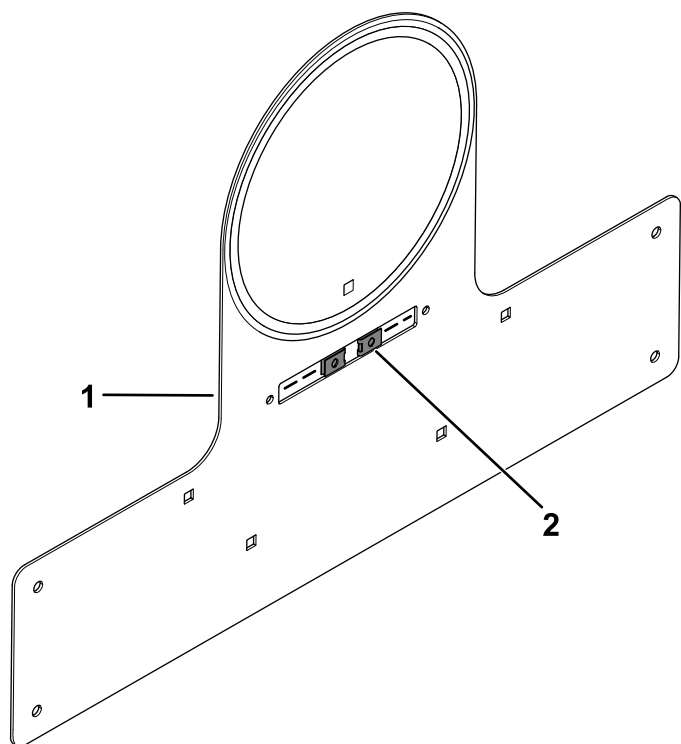

**Figuur 25**
- Breng de passende snelheidssticker aan op de bevestiging voor de snelheidsplaat (Figuur 25).